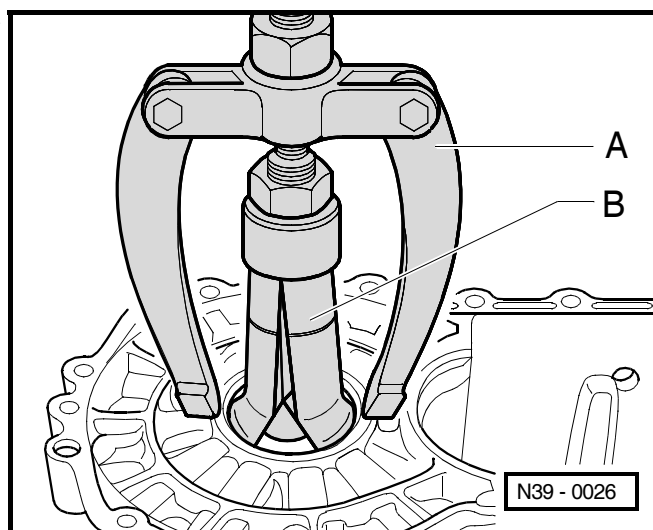

Fig. 6: Emmancher la bague extérieure/le roulement à rouleaux coniques dans le carter de la boîte de vitesses
- Emmancher ⇒ Fig. 6 au **39-3** page 5
- Emmancher la bague extérieure/le roulement à rouleaux coniques avec coupelle de pression -MP 3-464- dans le carter de boîte de vitesses mais sans rondelle de réglage ⇒ Fig. 6 au **39-3** page 5.